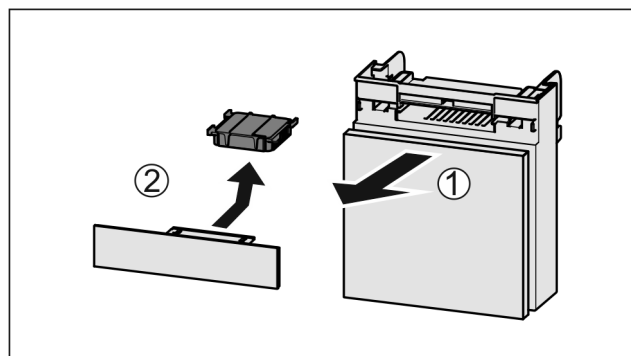

Fig. 85
- Extraire le compartiment par l'avant Fig. 85 (1).
- Sortir le filtre à charbon actif Fig. 85 (2).